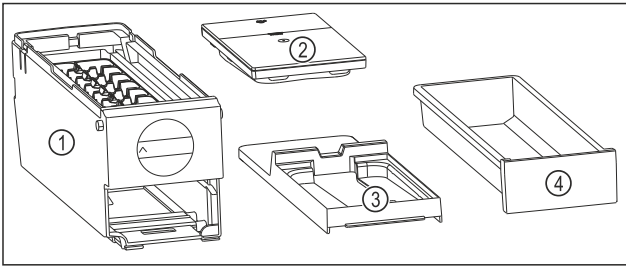

Fig. 119 Bestanddelen van de EasyTwist-Ice
- ▷ EasyTwist-Ice is in vier delen gedemonteerd. (zie Fig. 119)
- ▶ EasyTwist-Ice alleen in afgebeelde bestanddelen demonteren. (zie Fig. 119)
- ▶ EasyTwist-Ice-corpus Fig. 119 (1) als geheel reinigen.